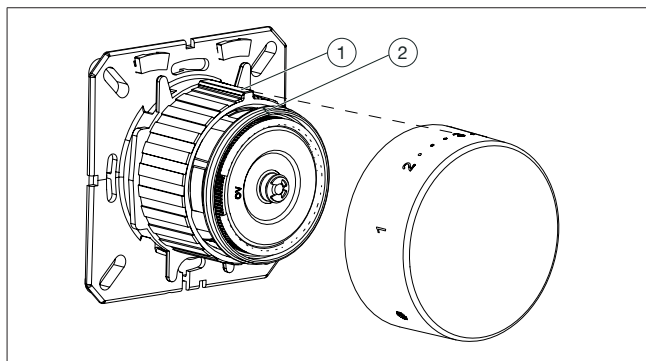

Fig. 2: Montage de la poignée manuelle
3. Ensuite tourner vers la gauche jusqu'à ce que le marquage d'ajustage sur le capteur soit en face de l'ergot de butée (voir Fig. 2 en page 31).
4. Remonter la poignée manuelle. Le chiffre « 3 » doit se trouver en face de l'ergot de butée (voir Fig. 2 en page 31).